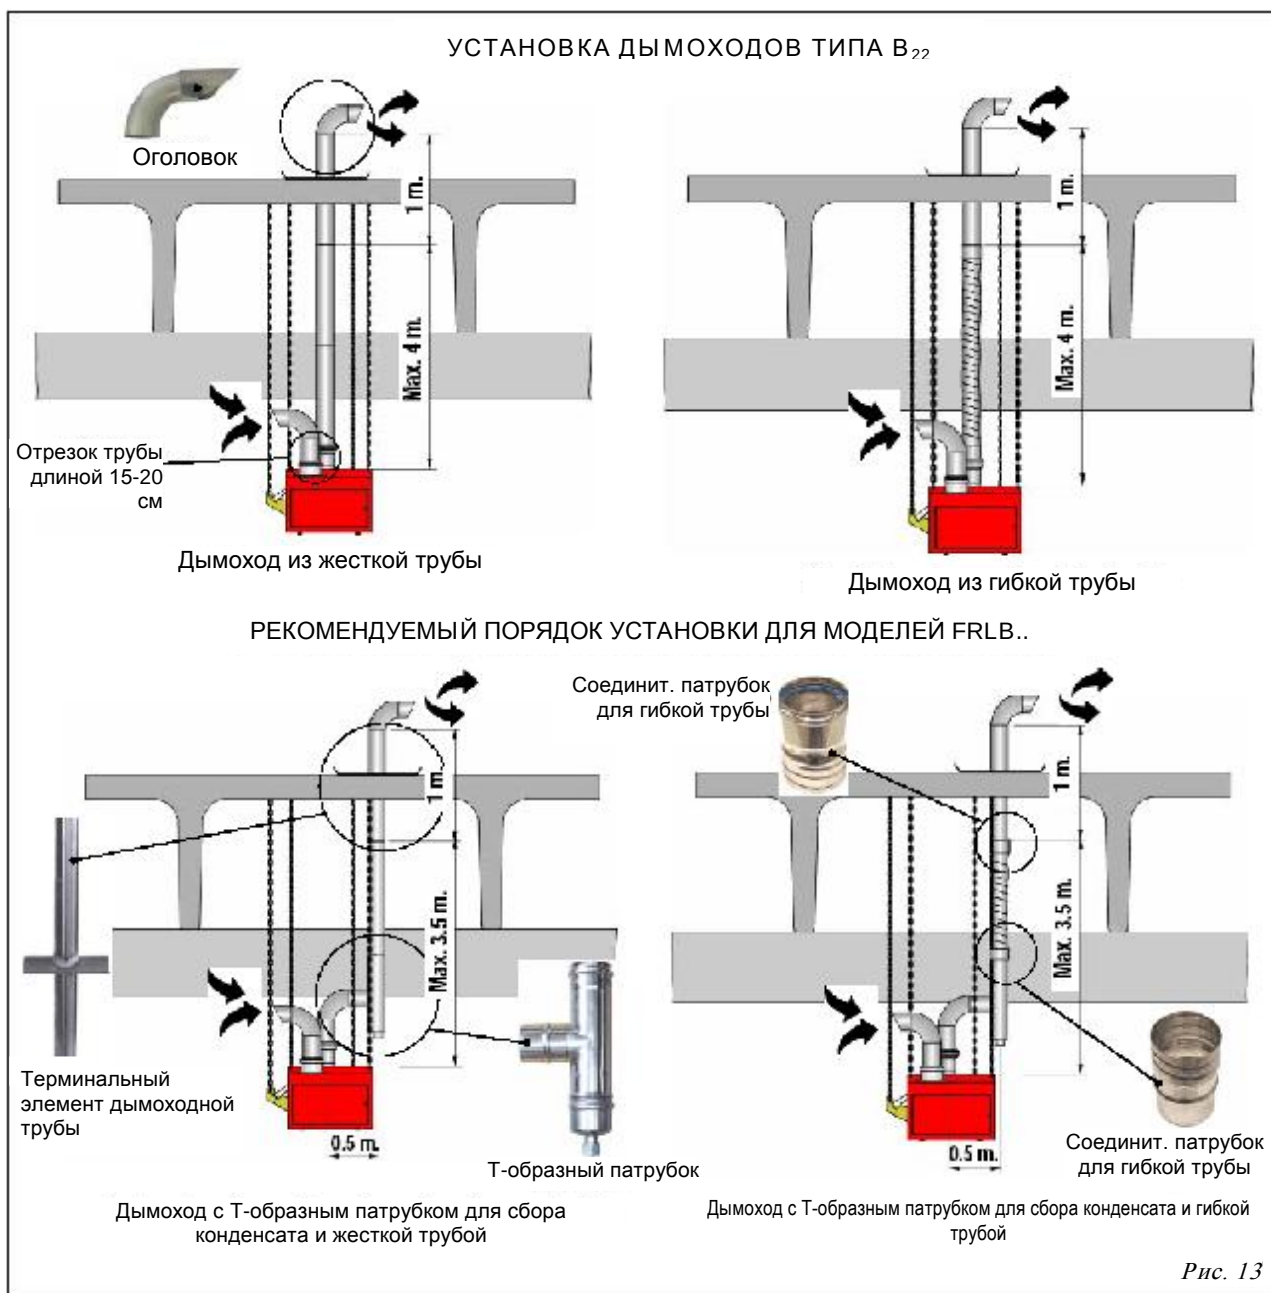

Рис. 13
- 1) После завершения крепления собранной нагревательной панели к конструкциям кровли выполнить в кровельном покрытии дрелью с установленной на ней фрезой $\varnothing 80$ мм (вне зависимости от модели нагревательной панели Panrad Line) в точке по перпендикулярной от места подсоединения трубы дымохода к горелке одно сквозное отверстие для дымохода типа В₂₂ (см. рис. 13).
- 6) В случае если воздуховоды и/или дымоходы выполняются из гибкой трубы, установить на кровельных оконечных элементах и на подсоединениях блок-горелки соответствующие патрубки для подсоединения гибкой трубы (рис. 13).